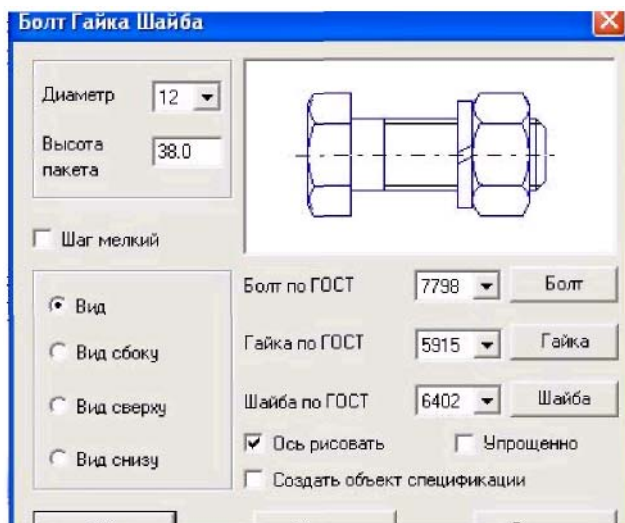

Рис. 4.11. - Диалоговое окно **Болт Гайка Шайба**
4. Щелкнуть два раза по изображению соединения болтом. После этого появляется окно задания параметров болтового соединения. В окне необходимо задать необходимый диаметр резьбы и высоту пакета, т. е суммарную толщину двух соединяемых пластин (рис. 4.11). В открывшемся окне соответствующим выбором кнопок **Болт**, **Гайка** и **Шайба**, можно задавать изображения различных болтов, гаек и шайб. Для этого нужно выбрать соответствующие стандарты. Можно также получать упрощенное или конструктивное изображение и различные виды соединения.